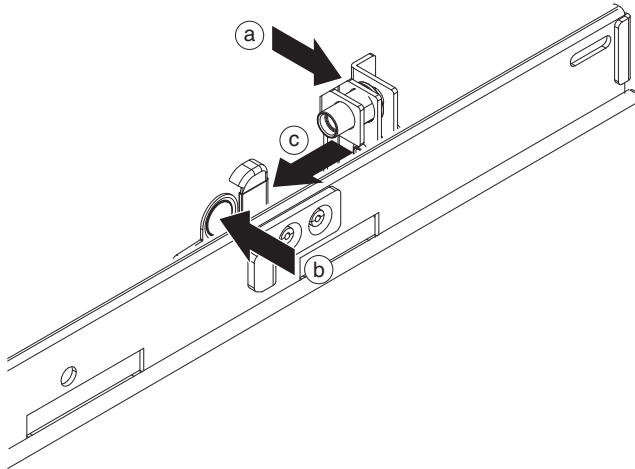

図5. ラック・フレームに取り付けるレールの後部
2. 左側のレールの後部をラック・フレームに挿入します。後部の取り付け機構を前後にスライドすることにより、ご使用のラックに合わせてレールの長さを調整することができます。図5に示すように、ロック機構を解除すると、取り付け機構全体がレールに沿ってスライドします。